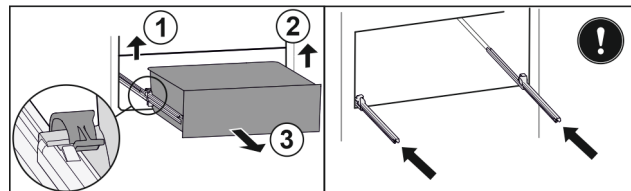

Fig. 98
- Soulever la bride gauche et tirer dans le même temps la partie gauche du tiroir vers l'avant. Fig. 98 (1)
- Soulever la bride droite et tirer dans le même temps la partie droite du tiroir vers l'avant. Fig. 98 (2)
- Retirer le tiroir par l'avant. Fig. 98 (3)